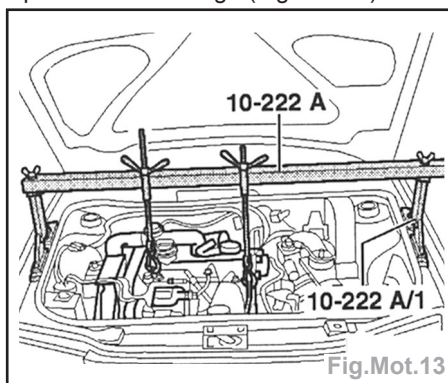

Fig.Mot.13
- Mettre en place le dispositif de maintien 10-222 A et réceptionner le moteur en position de montage (Fig.Mot.13).